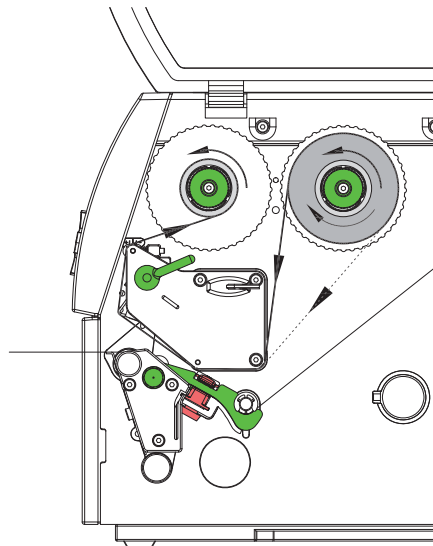

Рис. 11 Ход трансферной пленки
6. Надвинуть подходящий сердечник (4) на наматывающее устройство переводной пленки (5) и разместить и зафиксировать его аналогично ролику с пленкой.
7. Проведите трансферную пленку через печатающий узел, как показано на рис. 11. Сплошная линия действительна для типа пленки с намоткой стороной пленки с покрытием вовнутрь, а пунктирная линия действительна для типа пленки с намоткой стороной с покрытием наружу.
8. Закрепить начало переводной пленки с помощью клейкой ленты в центральном положении на сердечнике для пленки (4). При использовании сердечников, ширина которых превышает ширину переводной пленки, для регулировки пленки использовать шкалу (7) на головном уголке. Обратите внимание, чтобы направление вращения намотчика трансферной пленки было против часовой стрелки.
9. Поверните намотчик трансферной пленки (5) против часовой стрелки, чтобы сгладить ход трансферной пленки.
10. Поверните рычаг (6) по часовой стрелке, чтобы зафиксировать печатающую головку.